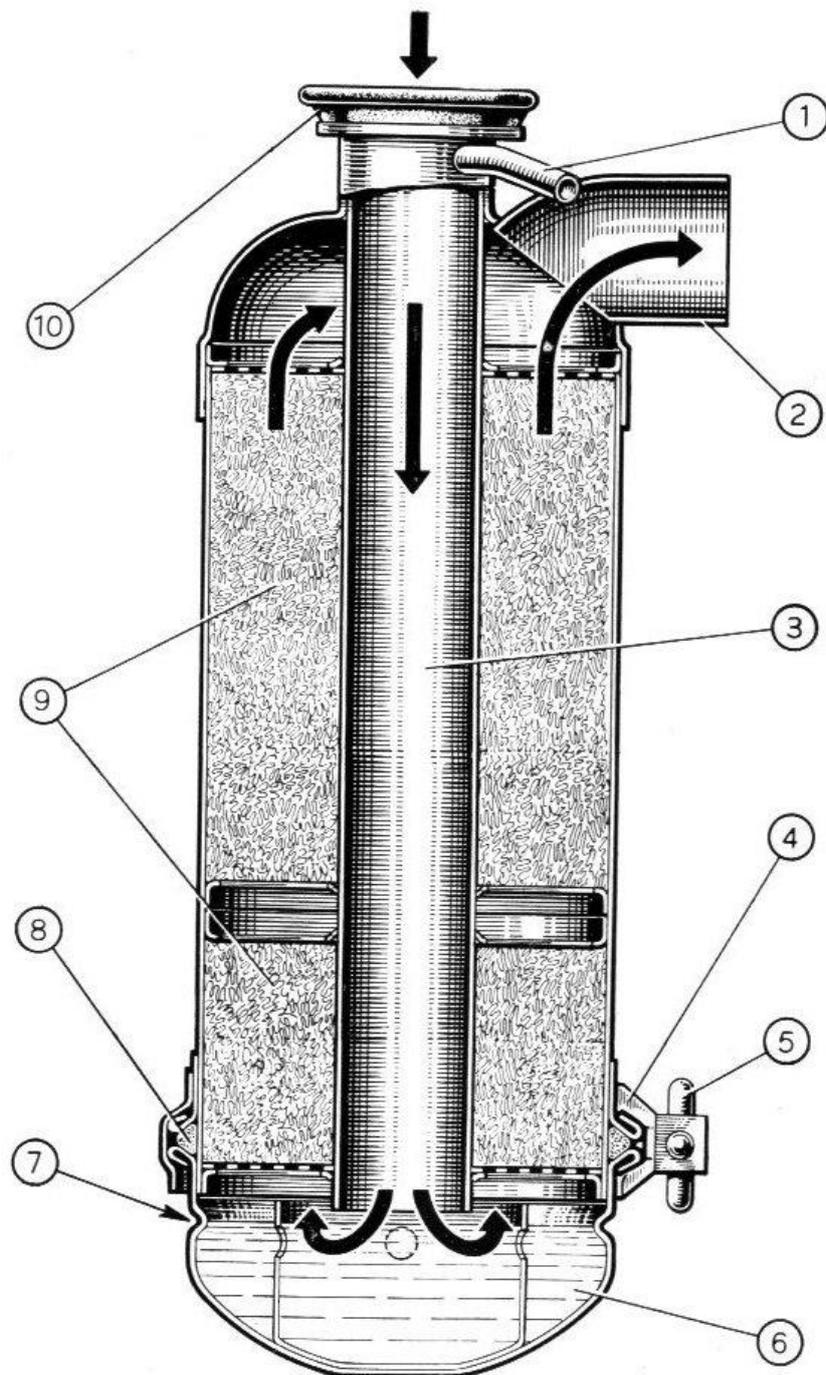

Fig. 27. — Filtre à air à bain d'huile.
**Toutes les 20 heures de travail :** enlever la cuvette inférieure en desserrant la vis qui serre le collier de fermeture. Contrôler le niveau de l'huile et, si nécessaire, le rétablir en utilisant de l'huile moteur. Lorsque, sur le fond de la cuvette, il s'est formé un dépôt d'environ 1 cm, cette cuvette doit être vidée et nettoyée à l'aide de pétrole — et l'huile renouvelée jusqu'au niveau (voir fig. 27).